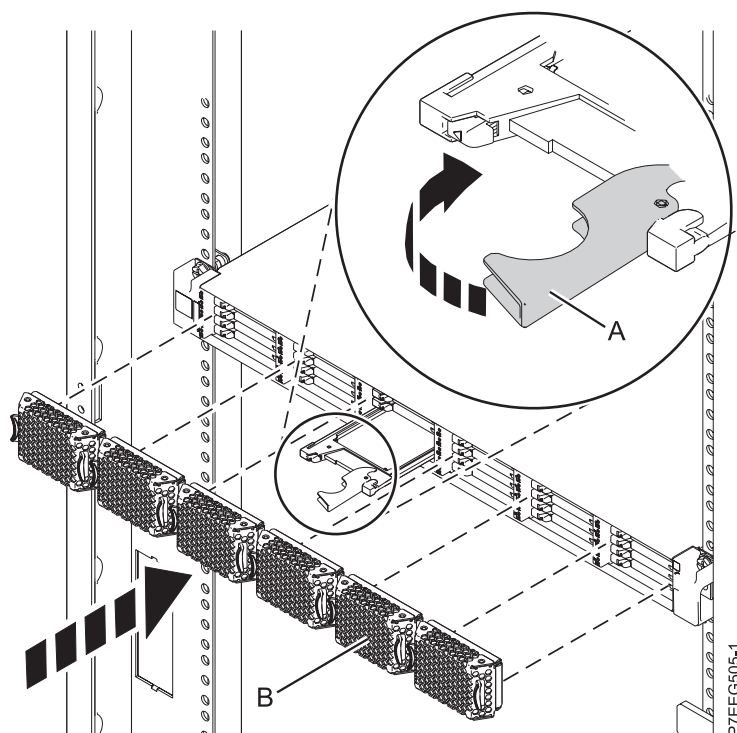

Figure 13. Installation d'une unité SSD dans le Boîtier de stockage PCIe 58/88
1. Avec la poignée en position déverrouillée, alignez l'unité SSD avec les rails de guidage dans le boîtier. Voir figure 13, à la page 25.
3. Tournez la poignée de verrouillage (A) pour la mettre en position verrouillée, comme indiqué à la figure 13.
4. Installez le panneau (B).